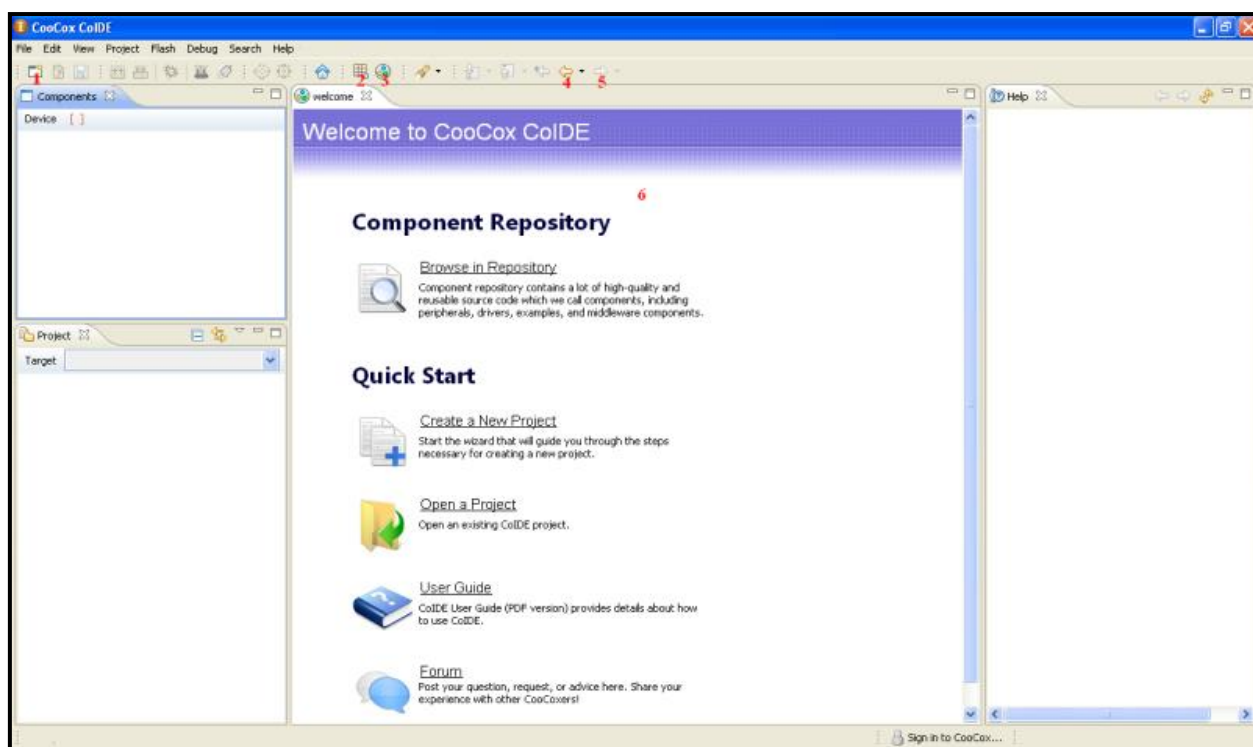
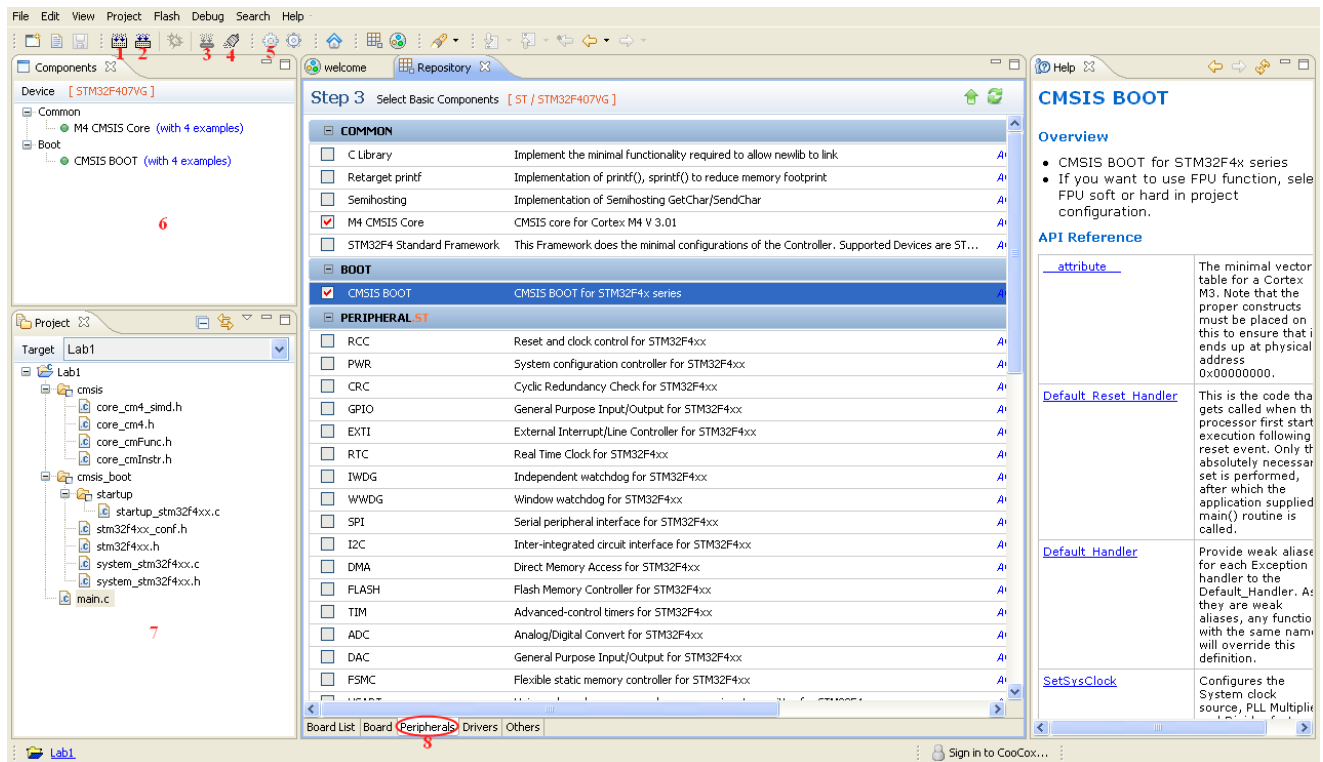

Рис.1. Головне меню *CoIDE*
Рис.5. Меню розробки
Після встановлення та налаштування *Coocox* можна приступати до виконання лабораторних робіт. Здійснивши запуск програми, отримуємо головне меню наступного виду (меню англійською мовою) (рис.1)
3. Відображення меню *Welcome* (рис.1).
Кнопною “*Finish*” процес створення проекту завершується (рис.5). Наступним кроком є додавання до програми необхідних елементів, а саме: налаштування процесора, його тактової частоти, параметрів завантаження. Для цього необхідно перейти до вкладники *Peripherals* та обрати наступні елементи:
Інший шлях створення проекту є наступним: у головному вікні, що зображено на рис.1, натиснути на *Browse in Repository*. Відкриється вікно вибору мікроконтролера. На платі, що є лабораторним стендом, встановлено мікроконтролер *STM32F407VGT6* сімейства *STM32F4xx*. Необхідно обрати необхідний мікроконтролер із заданого списку, після чого буде доступним вікно, що зображено на рис.5.